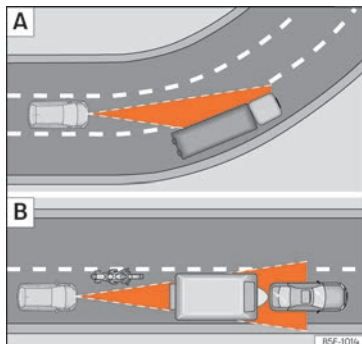

Abb. 108 [A] Fahrzeug in einer Kurve. [B] Vorausfahrender Motorradfahrer außerhalb des Erfassungsbereichs des Radarsensors.
Es ist möglich, dass die ACC das vorausfahrende Fahrzeug in der Kurve nicht erkennt oder die Entfernung zu Fahrzeugen einstellt, die sich auf anderen Fahrspuren befinden »» (Abb. 108)
- Versetzt fahrende Fahrzeuge oder Fahrzeuge, die außerhalb des Erkennungsbereichs des Sensors fahren, z. B. Motorräder »» (Abb. 108)